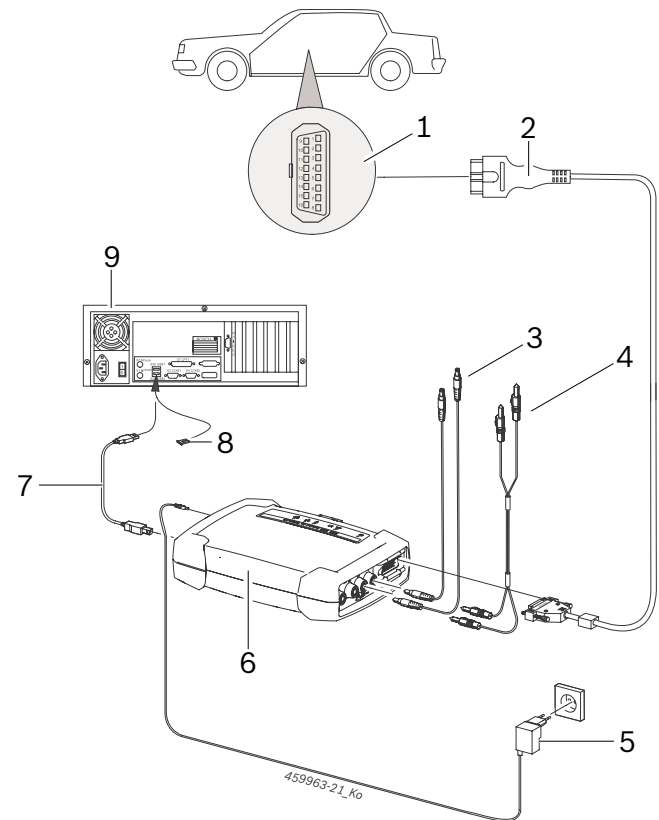

Abb. 6: Esquema de conexões, tomando como exemplo o KTS 590
- do cabo de ligação OBD (fig. 6, pos. 2) ou